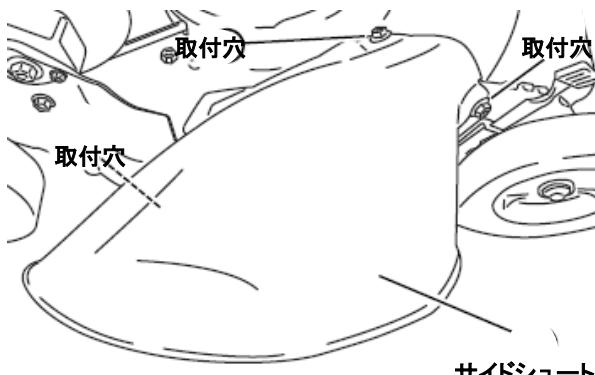

図 3-15
1. 集草しないときは必ずサイドシートを取り付けます。取り付け方法はアダプタと同様です。 (図 3-15)